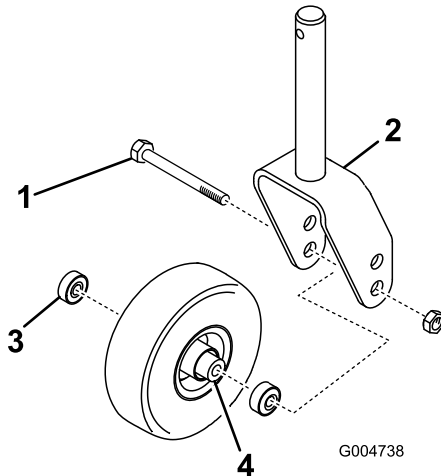
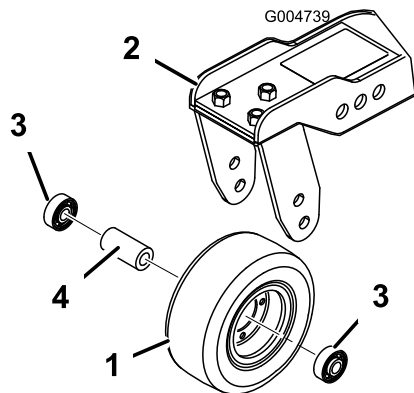

Figura 78
Figura 79
1. Retire a porca de bloqueio do parafuso que fixa a estrutura da roda giratória entre a forquilha da roda giratória (Figura 78) ou o braço articulado da roda giratória (Figura 79). Fixe a roda giratória e retire o parafuso da forquilha ou do braço articulado.
2. Retire o rolamento do cubo da roda e deixe cair a cunha do rolamento para fora (Figura 78 e Figura 79). Retire o rolamento do lado oposto ao do cubo da roda.